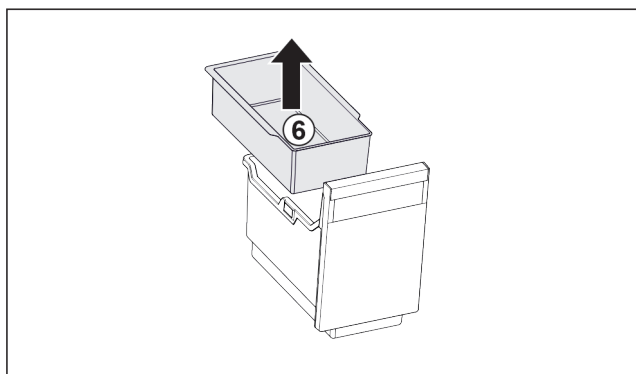

Fig. 26
- ▶ Вийняти підвісний лоток Fig. 26 (6).